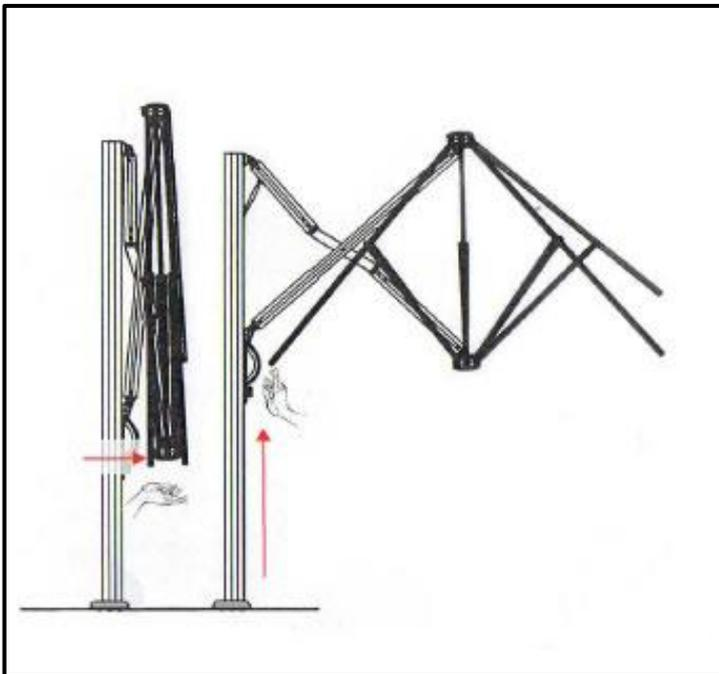

図.12
- ① パラソルの下部を右手で持ち、支柱の反対側へ押し出すようにします。(図.12)
- ② 半分ほど開いたら、ハンドルに持ち替えてハンドルを支柱上部に持ち上げます。
- ① ハンドルを一番上まで持ち上げて、パラソルが開ききったことを確認したら、ハンドル下のネジを締めて固定します。